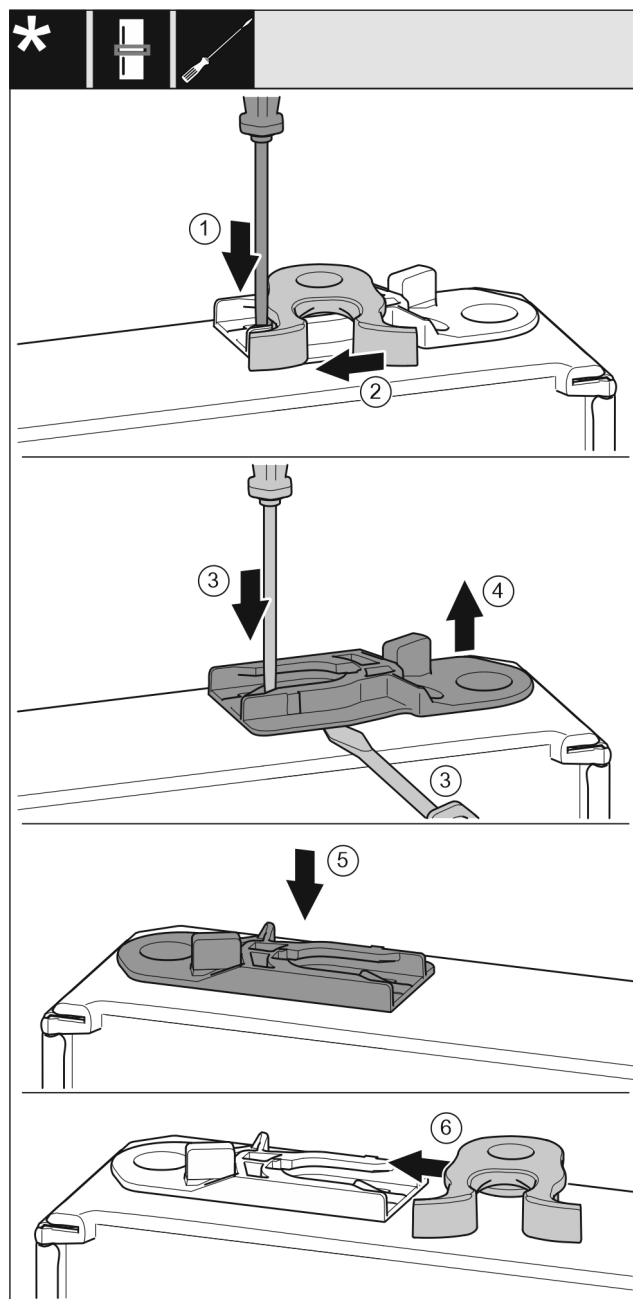

Fig. 20
- Wcisnąć nakładkę Fig. 20 (1) w dół przy użyciu śrubokręta.
- Wyjąć hak zamykający Fig. 20 (2) z prowadnicy.
- Wyjąć tuleję prowadzącą Fig. 20 (3, 4): Wcisnąć nakładkę przy pomocy śrubokręta i jednocześnie przesunąć śrubokrętem pod tuleję prowadzącą.
- Tuleję prowadzącą Fig. 20 (5), objętą zakresem dostawy wsunąć po drugiej stronie obudowy.
- Wsunąć hak zamykający Fig. 20 (6) do prowadnicy.